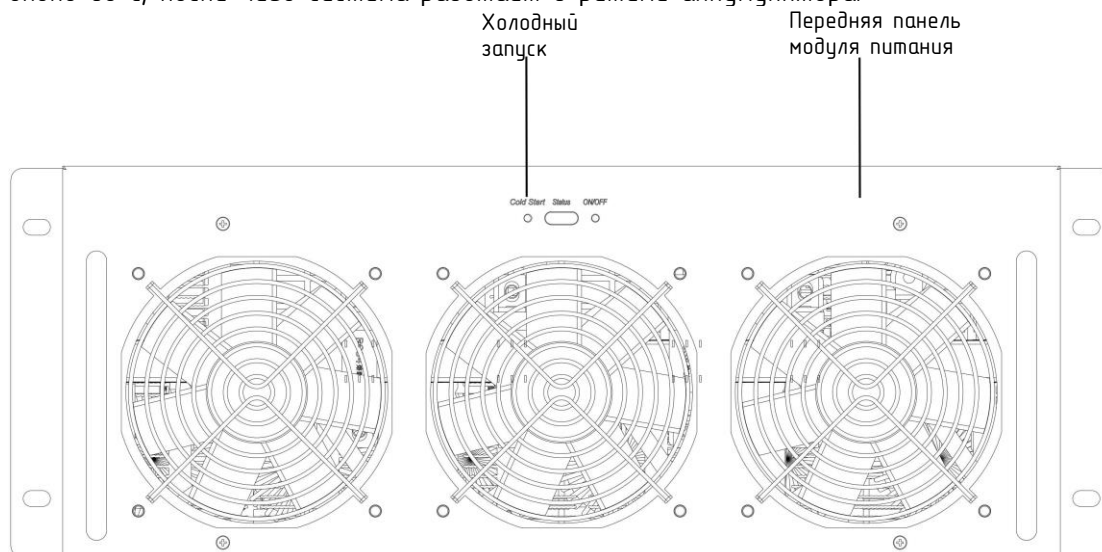

Рисунок 5-2. Расположение кнопки холодного запуска от аккумулятора на модуле питания
3) Соответственно, когда нажата кнопка холодного запуска модуля, как показано на рис. 5-2, модуль начинает работать, и система начинает выполнять следующий шаг после шага 3 при запуске нормального режима. Система запускает выпрямитель, затем запускает инвертор для включения выхода инвертора. Весь процесс занимает около 60 с, после чего система работает в режиме аккумулятора.